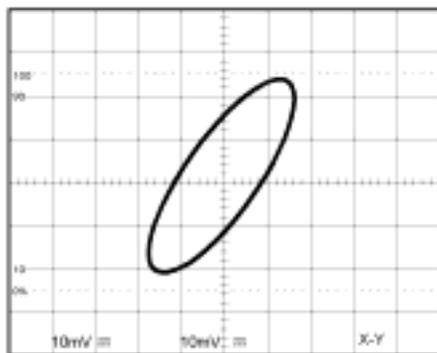

图 5-7 典型单个 X-Y 显示
使用 X-Y 模式来比较两个信号和相位，X-Y 波形显示不同的振幅、频率、相位，图 5-7 所示为两个相同频率和振幅所组成的波形，但约有 45° 相位差。
3. 按 X-Y 钮，设定 X-Y 操作模式（如下图 5-7 所示）